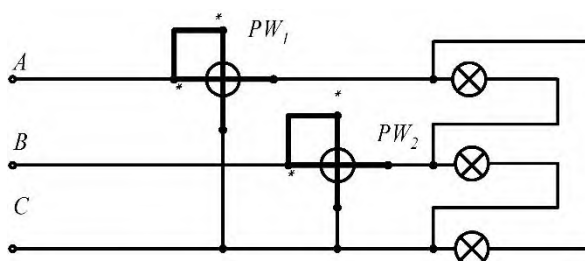

Рис. 6. Схема измерения активной мощности трехфазной цепи двумя одинаковыми однофазными ваттметрами
6. Собрать схему, указанную на рис. 6 и проверить ее.